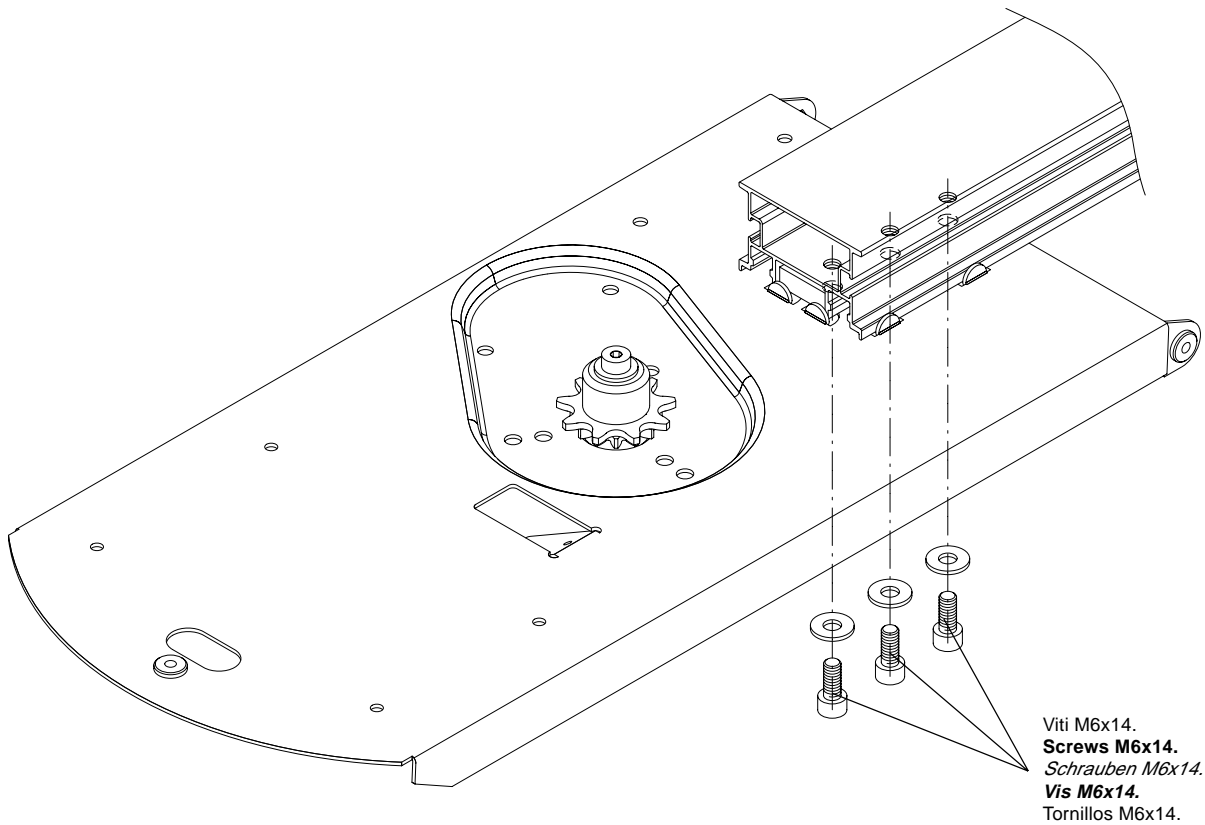

Fig.4
- b) Serrare il profilo di alluminio alla piastra di base mediante le tre viti M6x14 interponendo le rosette a fascia larga (Fig.4).
- b) Fasten the plate P to the base plate by using the three screws M6x14. Provide for large washers between the plate and the screws (Fig.4).**
- b) Das Aluprofil an die Basisplatte mit den Schrauben M6x14 festschrauben und dazwischen die breiten Scheiben legen (Abb.4).*
- b) Serrer le profil en aluminium à la plaque de base au moyen des trois vis M6x14 en intercalant les rondelles à bande large (Fig.4).**
- b) Sujetar el perfil de aluminio a la placa de base con los tres tornillos M6x14 poniendo las arandelas de franja ancha (Fig.4).